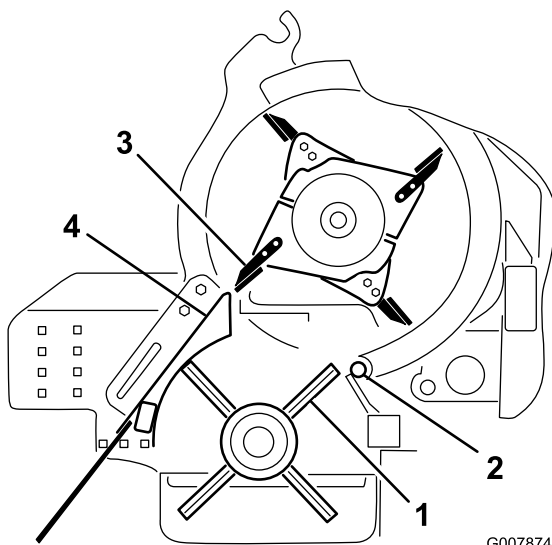

Рисунок 60
4. Поворачивайте шкив щетки, пока ряд опор щетки не совместится с поворотным угольником (Рисунок 60).
5. Поворачивайте корпус, пока зубец ножа не совместится с наружной стороной корпуса щетки (Рисунок 60).